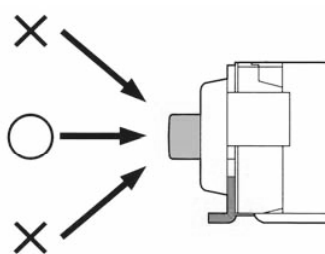

図1./Fig.1.
1. スイッチは正しく操作してください。斜め押しや位置ずれは思わぬ故障を引き起こす原因になりますので、ボタンの中心部を垂直に押してください。(図1.参照)
1. Operate the switch in a proper manner. Press the button straight and avoid pressing aslant. (Ref.Fig.1.)